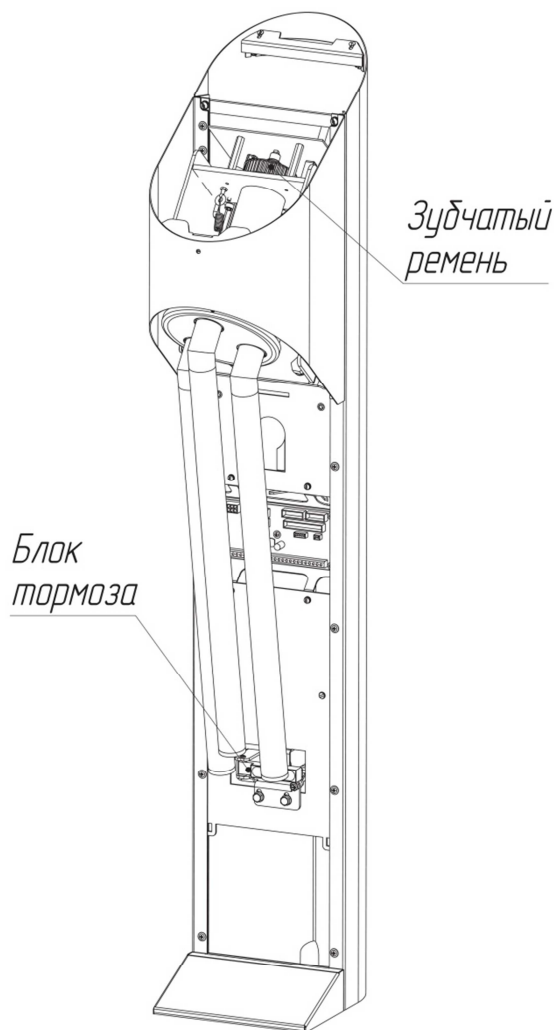

Рис. 11
4.4. Проверьте состояние зубчатого ремня и его натяжение (рис. 11).
4.5. Проверьте общее состояние резиновой пластины блока тормоза (рис. 11).